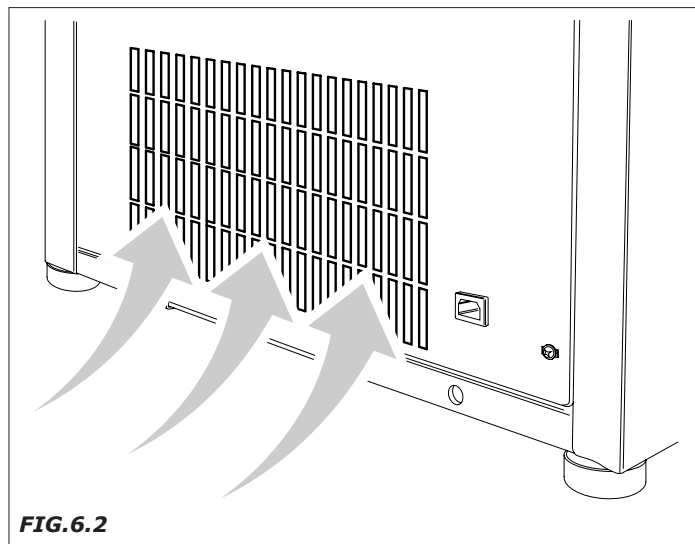

FIG.6.2
- Assicurarsi che le griglie di areazione del radiatore siano sempre libere e non ostruite da polvere o simili per garantire una perfetta ventilazione del gruppo refrigerante (Fig.6.2).